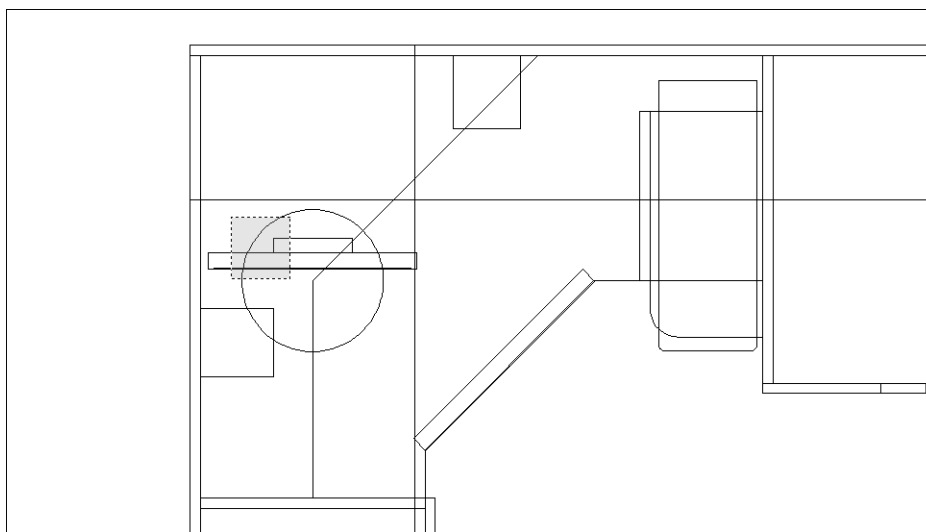

Рис. 5.23. Выбор объектов, подлежащих перемещению, с помощью пересекающей рамки
2. Используя пересекающую рамку, например, как показано на рис. 5.23, выделите все четыре объекта (будьте внимательны, чтобы не задеть пересекающей рамкой другие объекты и при этом не пропустить ни одного из четырех нуж-